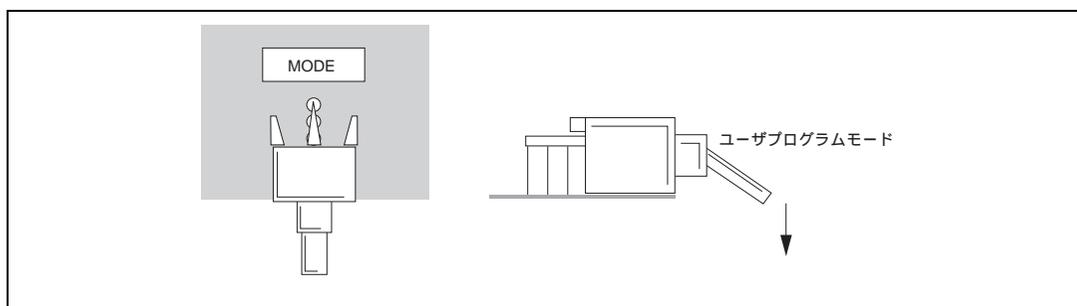

図 4.11 書き込みモード切り換えスイッチ設定方法
- (1) ユーザ実機とアダプタボード、ホストマシンを接続してください。ユーザ実機とアダプタボードの接続方法については「4.1.1 オンボード書き込みを行なうため準備」を参照してください。
- (2) ユーザ実機の電源をONにします。次に、アダプタボードの電源を外部から供給する場合は、アダプタボードの電源スイッチをONにします。アダプタボードに電源が供給されると、アダプタボード上のPOWER ON LED(緑)が点灯します。
- (3) アダプタボードのモード切り換えスイッチをユーザ・プログラム・モードに設定してください。図4.11に書き込みモード切り換えスイッチ設定方法を示します。